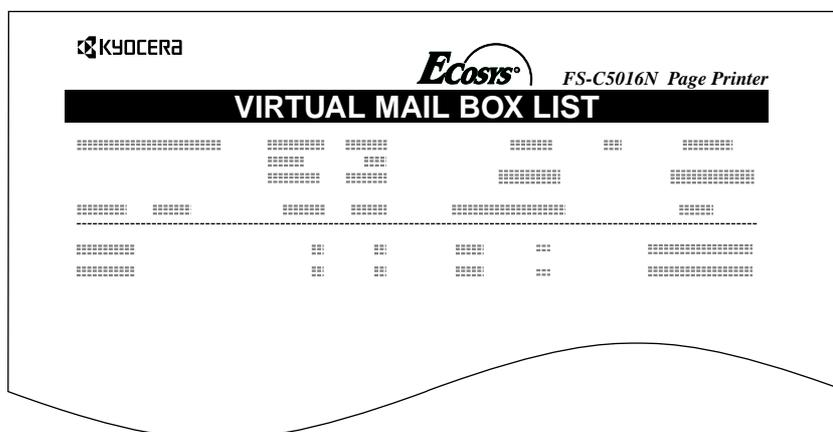

图 3-6
- 6 再次按 ENTER (回车) 键。如下所示，打印机打印出如下 图 3-6 中虚拟信箱当前的作业列表。